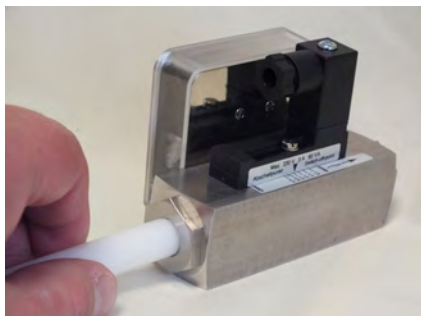

Abb. 61: Gängigkeit prüfen
- 12.** ▶ Schwebekörper durch Druck mit dem Prüfstab (Abb. 61) auf leichte Gängigkeit prüfen